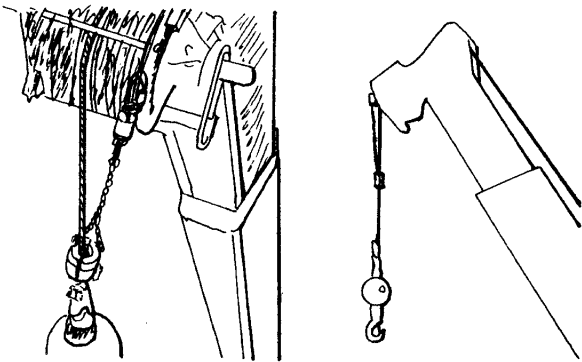

Figure 2
- être munie d'un dispositif de prévention à l'approche d'une situation de palan fermé («anti-two-block») pour les flèches télescopiques (réf. CS art. 2.15.7.2.1.) (**figure 2**);